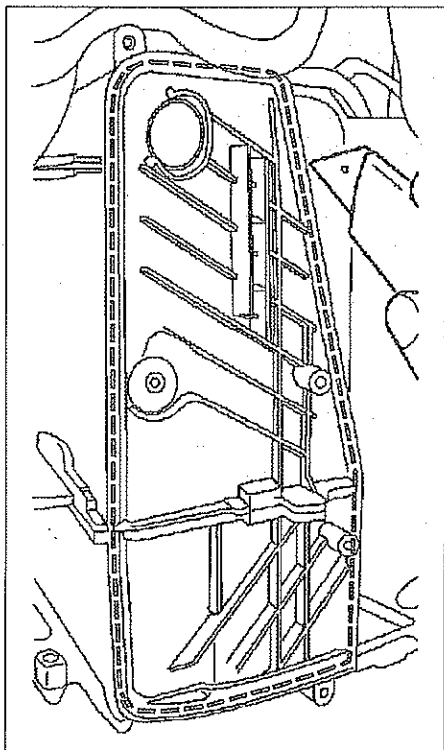

FIG. 18
- Cortar el bloque de calefacción en el lugar indicado (fig. 18).